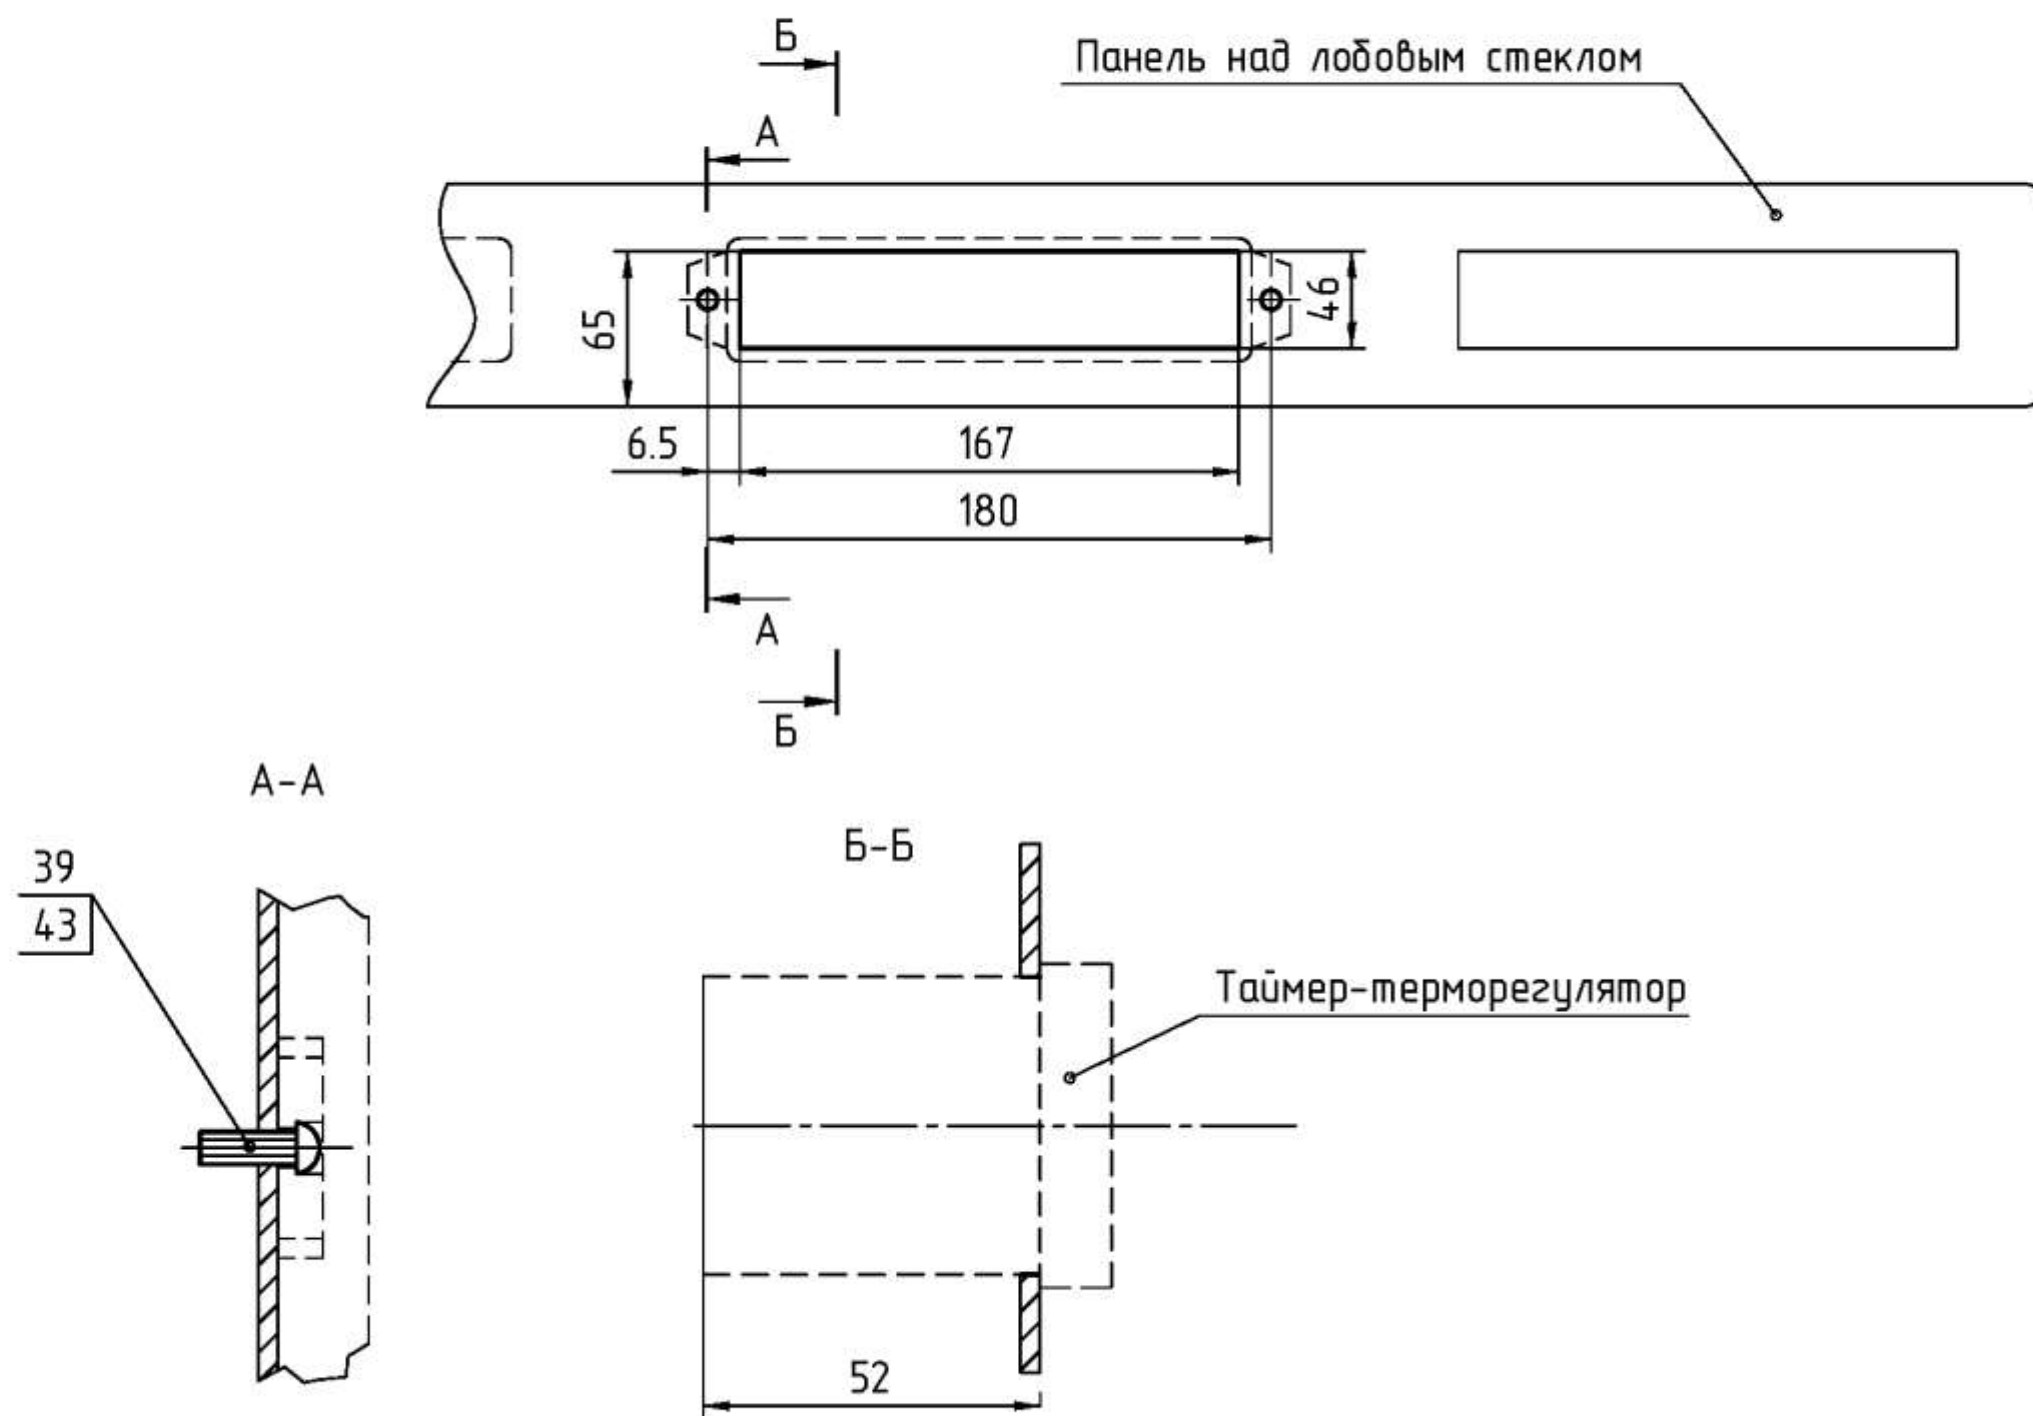

Рисунок 9-Установка таймера-терморегулятора
3.4.3 На панели с левой стороны над лобовым стеклом (рисунок 9), размечается место для таймера-терморегулятора. В размеченном месте выполнить окно для установки и отверстия для крепления таймера-терморегулятора деталями поз. 39, 43.